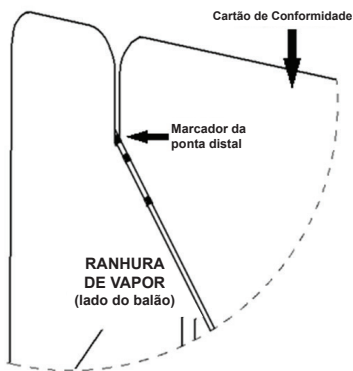

Figura 2 Configuração reta
5. Coloque a banda de marcação da ponta distal com a dobra na parte inferior e interior da ranhura de vapor. (ver Figura 2)
4. Coloque a banda de marcação da ponta distal na parte inferior e interior da ranhura de vapor. (ver Figura 2)